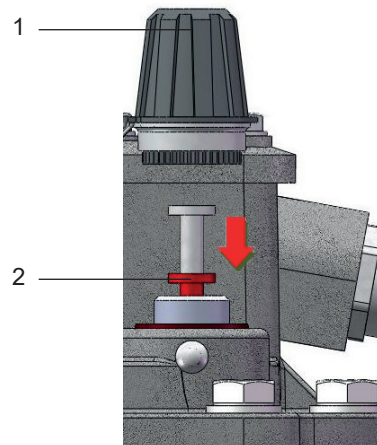

Fig. 16 – Touche d'essai
- Dévisser le grand écrou borgne (Fig. 16/ n° 1)
- Presser la touche d'essai (Fig. 16/ n° 2) jusqu'à la butée et la maintenir dans cette position